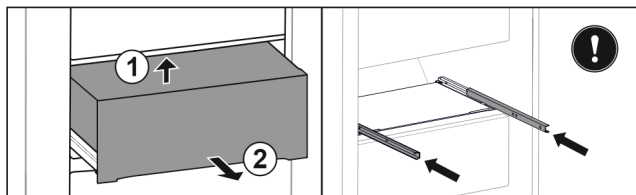

Fig. 142
- ▶ Nadzvedněte zásuvku zezdola vzadu. Fig. 142 (1)
- ▶ Vyjměte zásuvku dopředu. Fig. 142 (2)